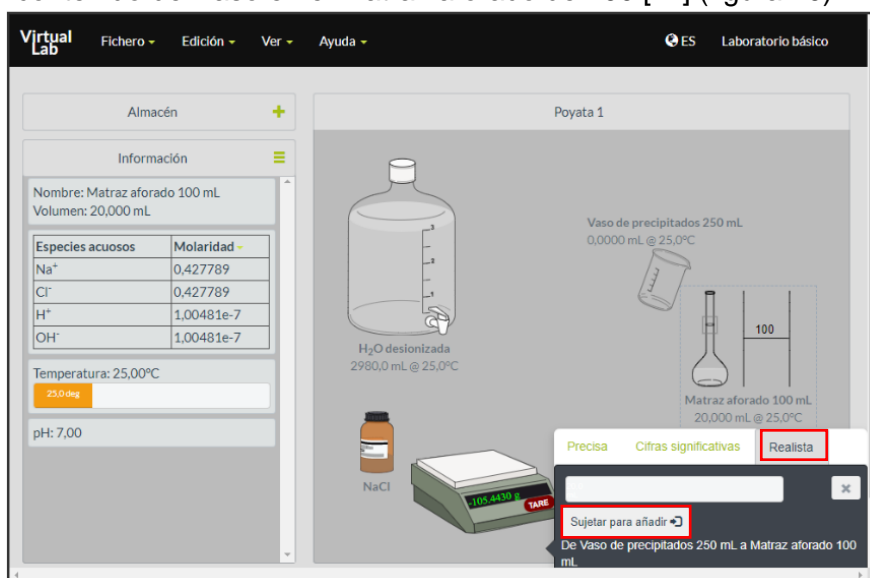

Figura 10. Simulador *Making stock solutions from solids*.
11. Vacíe el contenido del vaso en el matraz aforado de 100 [ml] (figura 10).